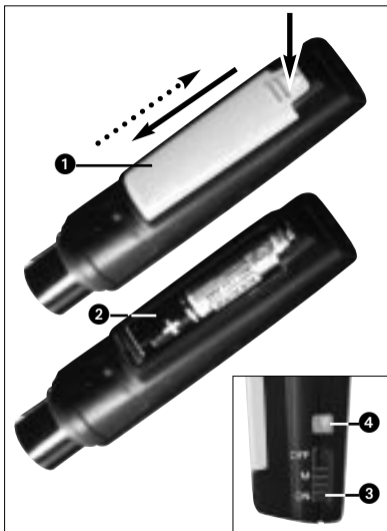

Abb. 2: Batterie einlegen
### 3.1 Batterie einlegen/austauschen und testen (siehe Abb. 2)
- (2) wie in Abb. 2 gezeigt in das Batteriefach ein.
5. Stellen Sie den ON/MUTE/OFF-Schalter (3) auf ON.